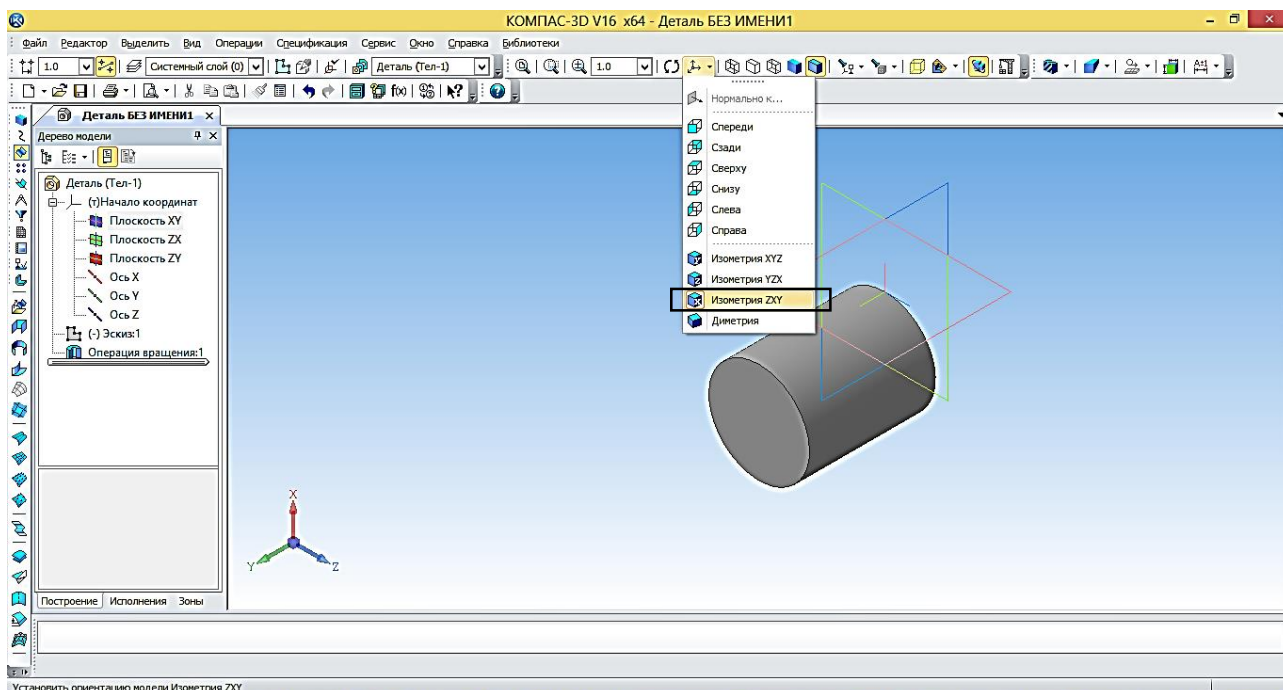

Рисунок 28 – Цилиндр относительно **ZXY**
19. на Инструментальной панели **Вид** выберите команду  **Ориентация** и укажите **Ориентация вида** Изометрия ZXY (рисунок 28).